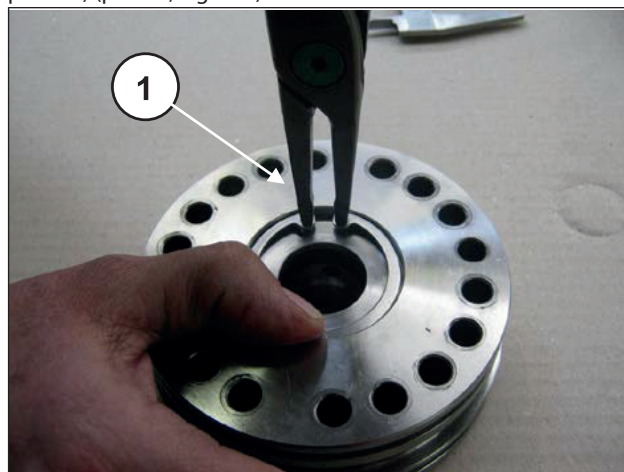
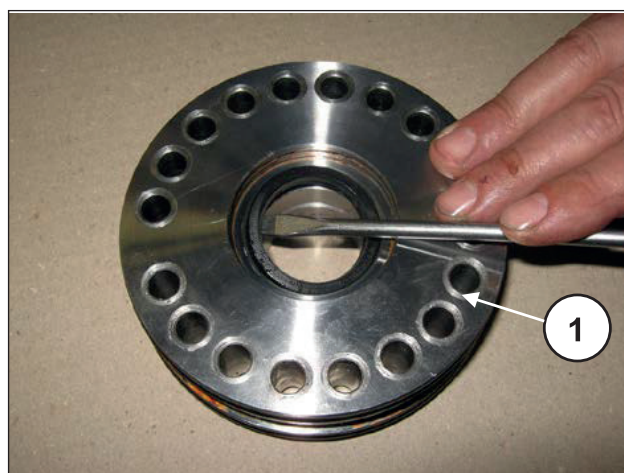

Fig. 190
Fig. 191
Desmontar la anilla seeger y la anilla de retén de las juntas (pos. ①, Fig. 190) del soporte de la junta LP y con un destornillador extraer la junta de estanqueidad LP (baja presión) (pos. ①, Fig. 191).